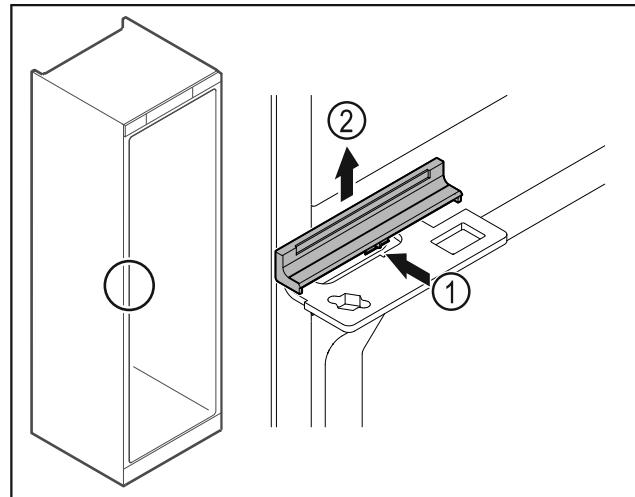

Fig. 46
- Trykk dekselet Fig. 46 (1) litt inn på midten, og trekk det opp og av Fig. 46 (2).